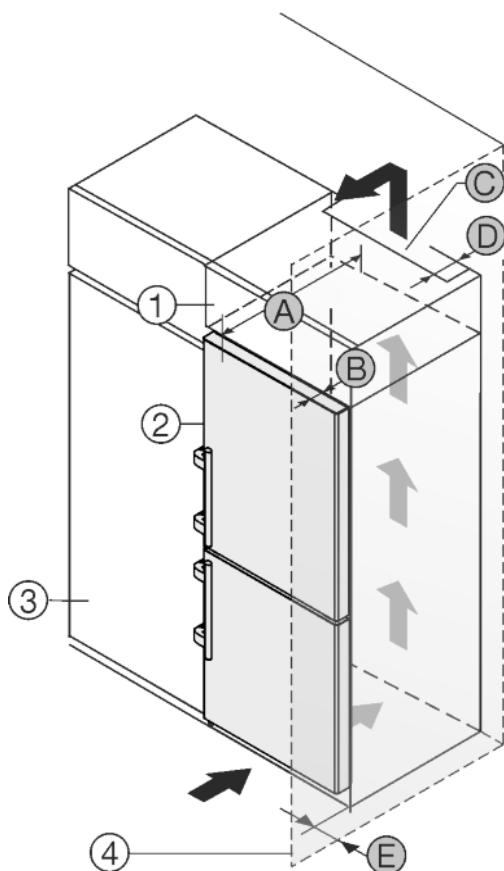

Fig. 51
Urządzenie może zostać obudowane szafkami kuchennymi. Aby dopasować urządzenie Fig. 51 (2) do wysokości ciągu szafek kuchennych, można nad urządzeniem umieścić szafkę nasadzaną Fig. 51 (1).
Urządzenie można ustawić bezpośrednio obok szafki kuchennej Fig. 51 (3). By móc całkowicie otworzyć drzwi, urządzenie musi wystawać przynajmniej o głębokość Fig. 51 (B) za front szafki kuchennej. W zależności od głębokości szafek kuchennych oraz od zastosowania elementów dystansowych urządzenie może wystawać jeszcze bardziej.
- Na tylnej ścianie szafki nasadzonej wymagany jest wywiewny kanał wentylacyjny o głębokości Fig. 51 (D) na całej szerokości szafki.
- Pod sufitem pomieszczenia należy zachować przekrój odpowietrzający Fig. 51 (C).
Jeżeli urządzenie będzie ustawiane z zawiasami do ściany Fig. 51 (4), to pomiędzy urządzeniem i ścianą należy zachować odstęp Fig. 51 (E). Na taką odległość wystaje klamka przy otwartych drzwiach.